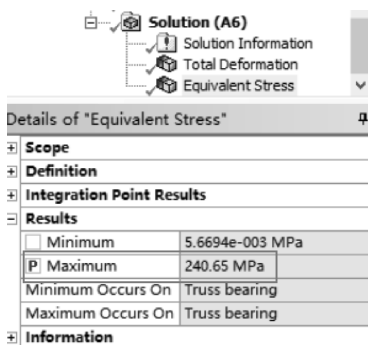

图 12-10 提取结果应力参数
(3) 提取结果应力参数：在导航树里单击【Solution (A6)】→【Equivalent Stress】→【Details of “Equivalent Stress”】→【Results】→【Maximum】，选择结果变形参数框，出现“P”字，如图 12-10 所示。
(4) 退出 Mechanical 分析环境：单击 Mechanical 主界面的菜单【File】→【Close Mechanical】，退出环境，返回到 Workbench 主界面。单击 Workbench 主界面上的【Save】按钮，保存所有分析结果文件。